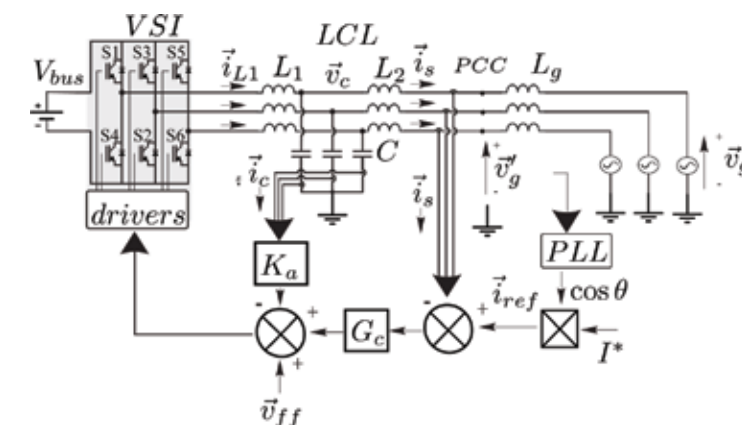
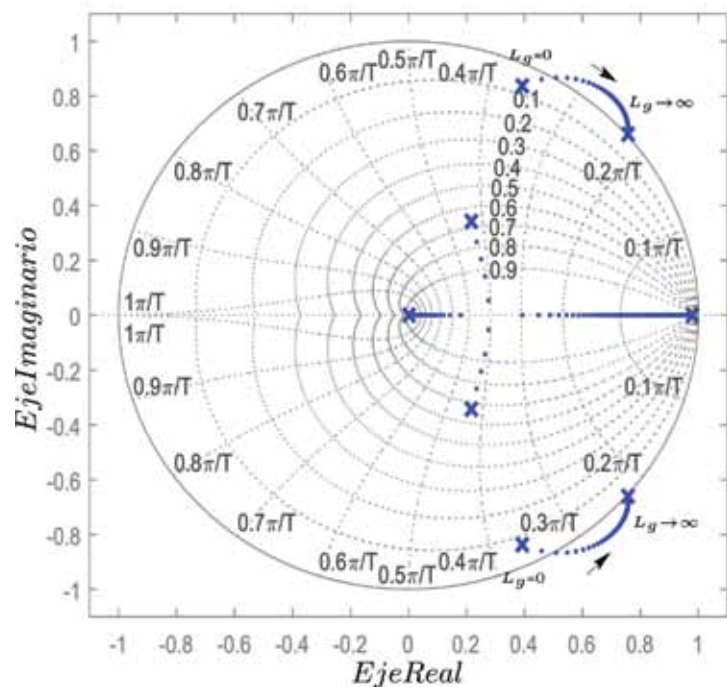

Figura 1. Modelo de inversor con filtro LCL
Figura 3. Lugar de los polos para realimentación de corriente de salida con K_p igual a K_{pop} , variando L_g
El esquema simplificado del sistema a analizar se muestra en la figura 1. Allí se observa un inversor trifásico conectado a la red mediante un filtro LCL, siendo L_1 el inductor del lado del inversor, L_2 el del lado de la red y C el capacitor.
El inversor se alimenta desde una tensión de bus. En la figura 1, se controla corriente de salida mediante un controlador, el cual puede ser un PR (proporcional-resonante) [10]–[14], un PI (proporcional-integrador) [15] [16] o un P (proporcional), siendo aplicado al error entre la corriente de inyectada a la red y una referencia de corriente. La señal $\cos \theta$ (siendo θ la fase de la tensión de red) es obtenida a través del PLL (del inglés, "lazo de fase cerrada") [17], que utiliza como señal de entrada a U'_g . Para estabilizar el lazo de control principal de la corriente de salida, se utiliza un segundo lazo de realimentación interno de la corriente del capacitor [18] [19], a través de una ganancia [5] [4]. Además, se utiliza un lazo de realimentación de tensión [20] [21].
lazo de realimentación de corriente del capacitor que el sistema resulte estable [11] [5] [4]. Los polos de lazo cerrado del sistema de la figura 1, con ganancia proporcional igual a K_{pop} y ganancia igual a cero, se muestran en figura 3, donde, para el caso en que solo se realimenta la corriente inyectada a la red, existe un margen de valores de inductancia en el que los polos del sistema se encuentran fuera de la circunferencia $|Z|$ igual a uno.
En la figura 1, se observa que la tensión del punto de acoplamiento se utiliza como señal de entrada al PLL. Además, si se tiene en cuenta que esa tensión es una fracción de la tensión del capacitor, se propone realimentar de forma positiva a la tensión del punto de acoplamiento en vez de la tensión del capacitor, lo que es equivalente a realimentar la tensión del capacitor a través de una ganancia variable, es decir, ganancia variable de retroalimentación (7), siendo esta manera la tensión de retroalimentación igual a la tensión de punto de acoplamiento, como se muestra en la figura 1,
En esta sección se detallan los resultados de la simulación del sistema ilustrado en la figura 1. Para esto la frecuencia de muestreo fue de doce kilohertz (12 kHz), con una frecuencia de red de cincuenta hertz (50 Hz). Siendo las inductancias $L_1 = 3,2 \text{ mH}$, $L_2 = 1 \text{ mH}$, $L_{gc} = 1,76 \text{ mH}$, y el valor del capacitor $C = 4,26 \mu\text{F}$. Se modeló con interruptores IGBT, con tiempos muertos de 700 ns. Siendo barra de continua V_{bus} de cuatrocientos volts (400 V).